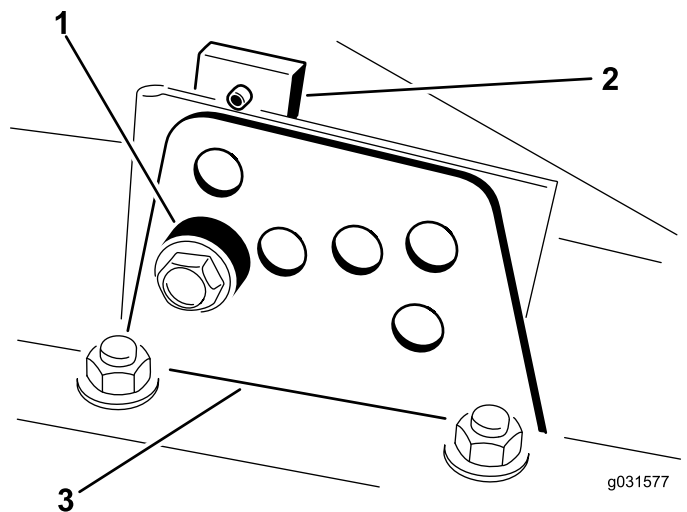

Figura 19
4. Enquanto estiver suportar a câmara, retire o espaçador (Figura 19).
2. Desaperte o parafuso que prende o suporte da altura de corte à placa da altura de corte (frente e de cada lado), conforme se mostra na Figura 19.